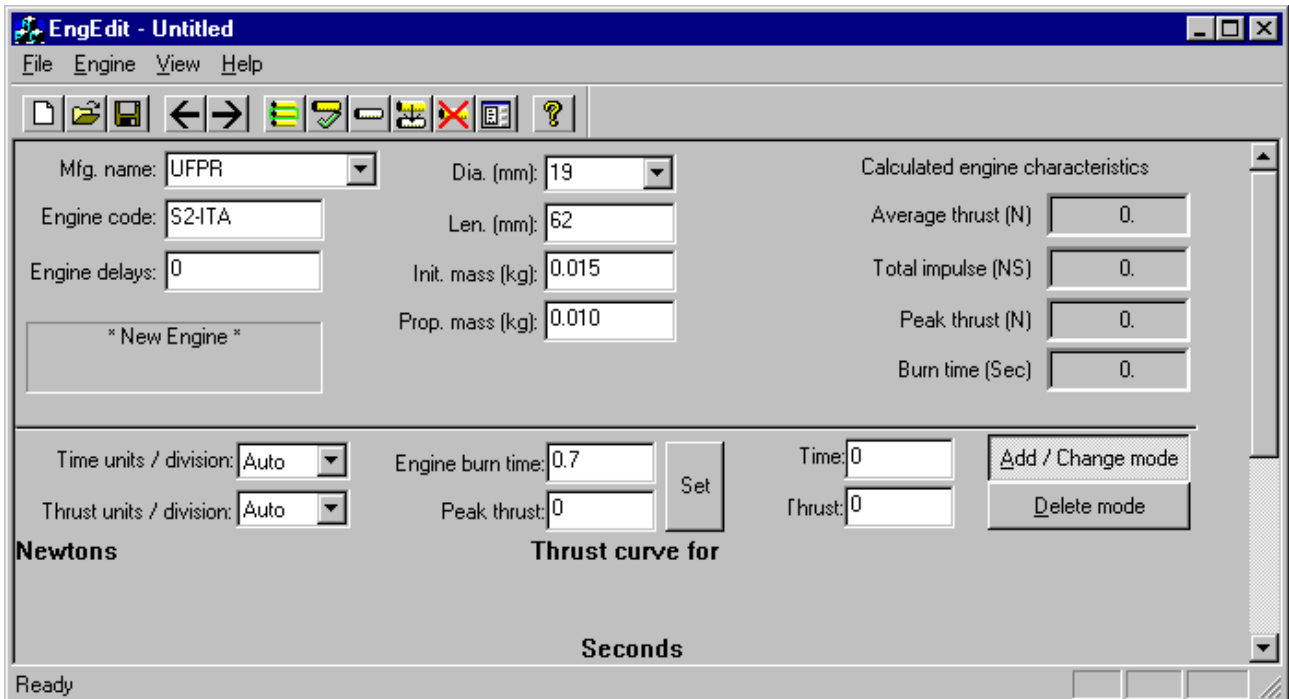

Figura 2. Exemplo de dados para o Engine Editor.
2) Na janela principal, inserir os dados mostrados na Figura 2. Eles se referem ao motor-foguete do Sondinha II, versão ITA Aeroespacial.